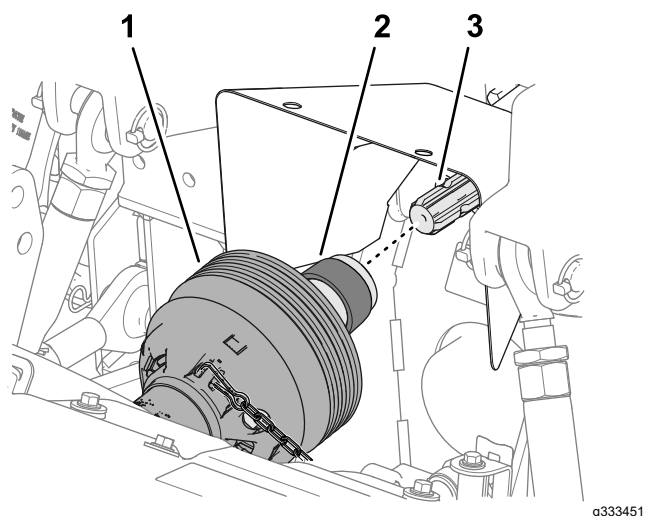

**Figura 49**
5. Desconecte las cadenas de seguridad (Figura 49) de la TDF de la unidad de tracción (CE solamente).